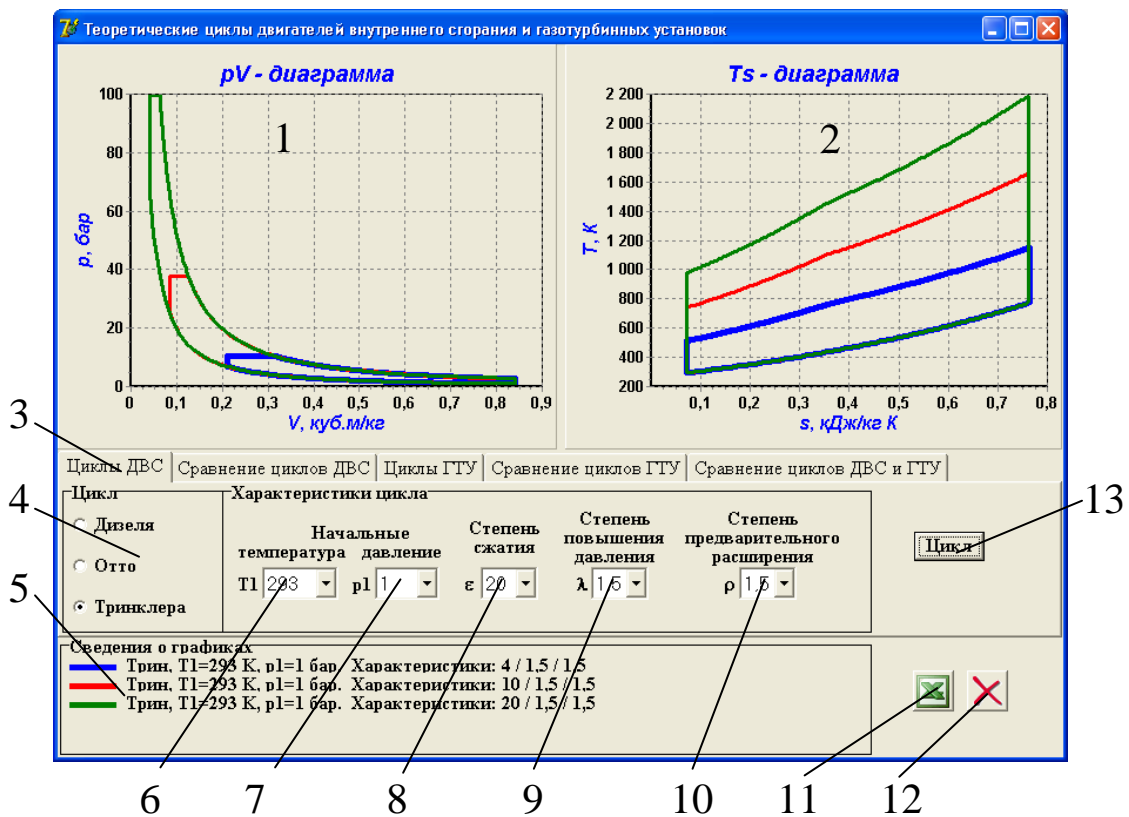

Рис. 3. Интерфейс программы:
Лабораторная работа выполняется на компьютере. Основными элементами установки (рис. 3) являются:  $pV$ -диаграмма 1,  $Ts$ -диаграмма 2, списки циклов 4, начальных температур 6, начальных давлений 7, степеней сжатия 8, степеней повышения давления 9, степеней предварительного расширения 10, кнопки расчета параметров цикла и построения диаграмм цикла 13, вывода данных о цикле в таблицу Excel 11, очистки окон диаграмм и сведений о графиках 12.
7. Нажимают кнопку «Цикл» (13 на рис. 3).